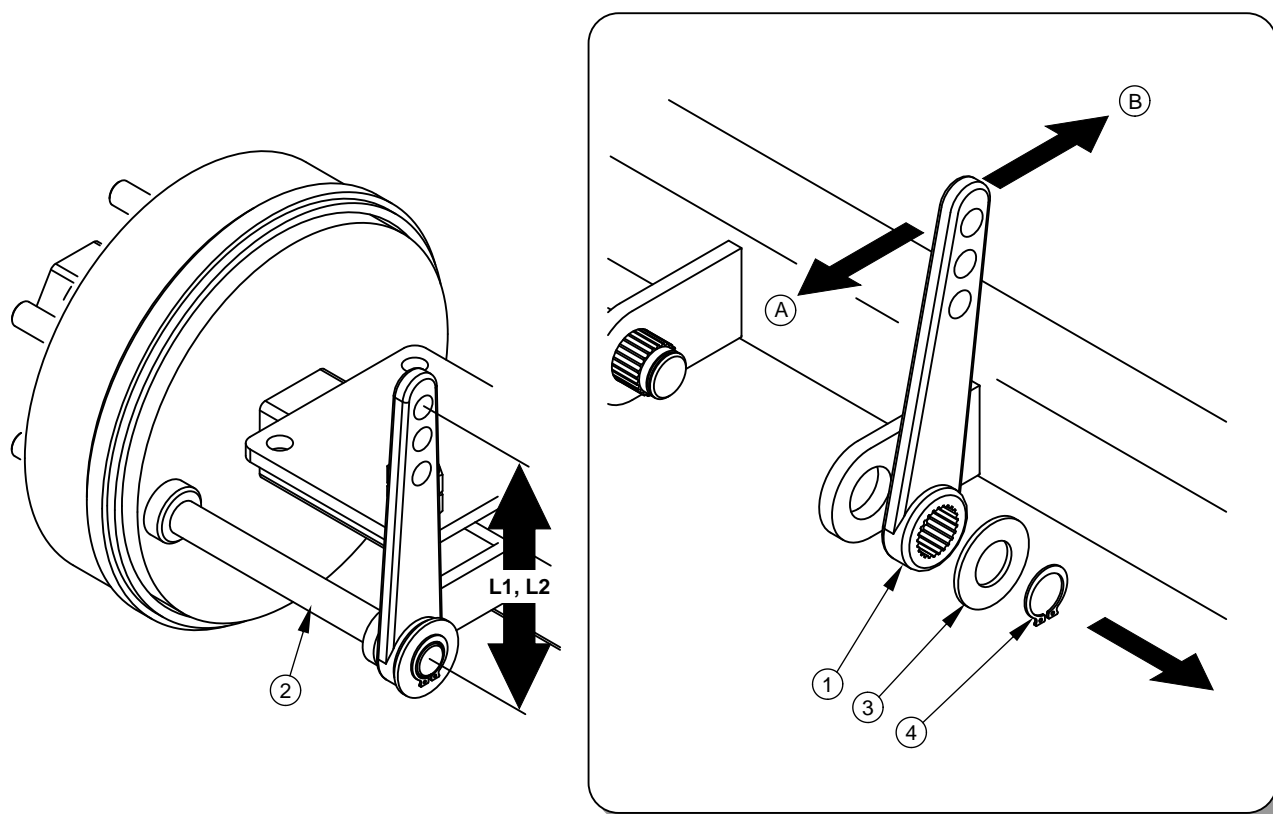

РИСУНОК 5.4 Регулирование механических тормозов ходовых осей
Колеса прицепа должны тормозить одновременно. Регулирование тормозов состоит в изменении положения плеча разжимного кулака (1) (РИС. 5.4) по отношению к валу разжимного кулака (2).